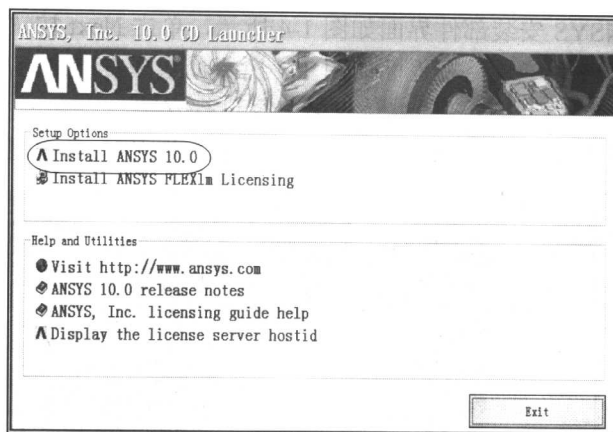

图 1-1 ANSYS 安装启动界面
① 将 ANSYS 的安装光盘放入光驱中，出现如图 1-1 的画面，选择 Install ANSYS 10.0 开始安装 ANSYS 10.0。